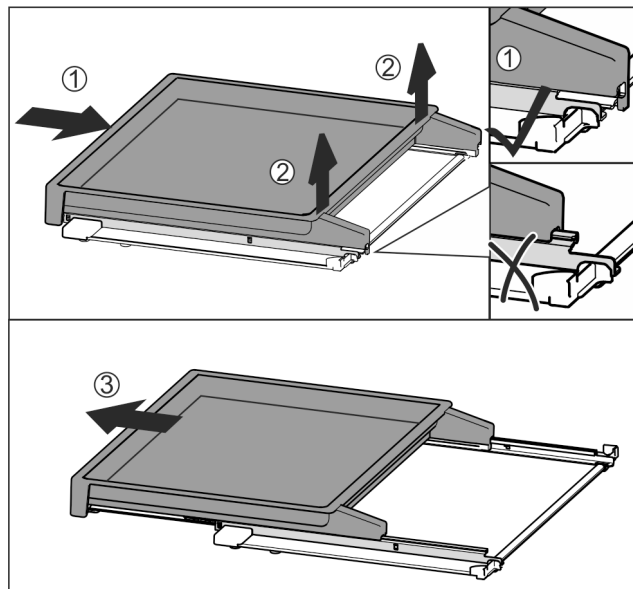

Fig. 133
- ▶ Vysouvací přihrádku zcela zasuňte Fig. 133 (1).
- ▶ Uvolněte západku na zadní straně Fig. 133 (2).
- ▶ Vysouvací přihrádku vyjměte směrem dopředu Fig. 133 (3).